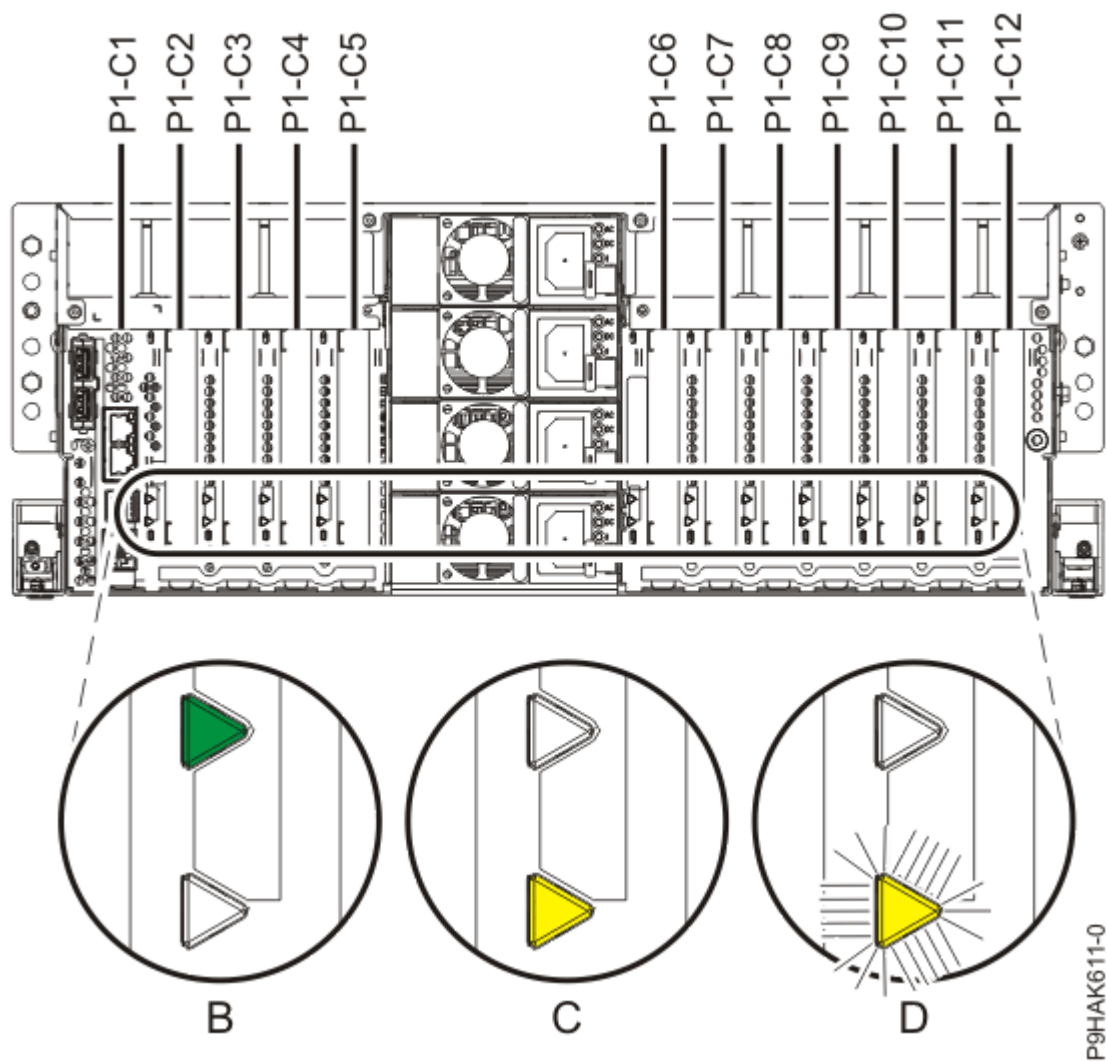
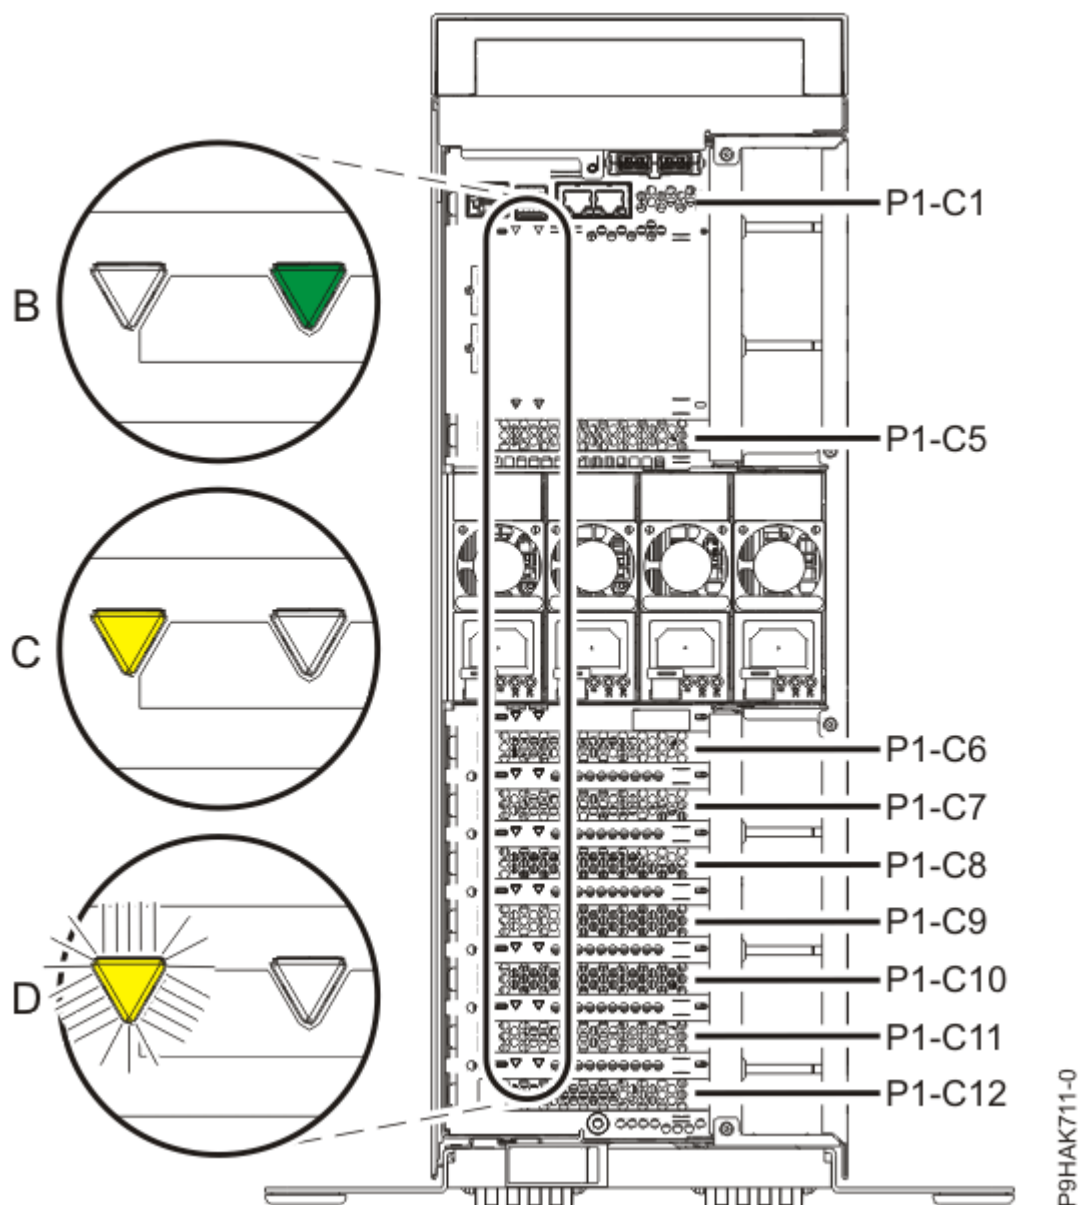

Figura 45. Ubicación de las ranuras del adaptador y de los LED en un sistema montado en bastidor 9009-41A, 9009-41G, 9009-42A, 9009-42G, 9223-42H y 9223-42S
Figura 46. Ubicación de las ranuras del adaptador y de los LED en un sistema autónomo.
2. Revise las ubicaciones de las ranuras del adaptador y los indicadores de servicio para el adaptador al que desea dar servicio. Los adaptadores están instalados en la parte posterior del sistema. La Figura 45 en la página 65 y la Figura 46 en la página 66 muestran las ubicaciones de los adaptadores en un sistema y las ubicaciones de los diodos emisores de luz (LED) del adaptador.